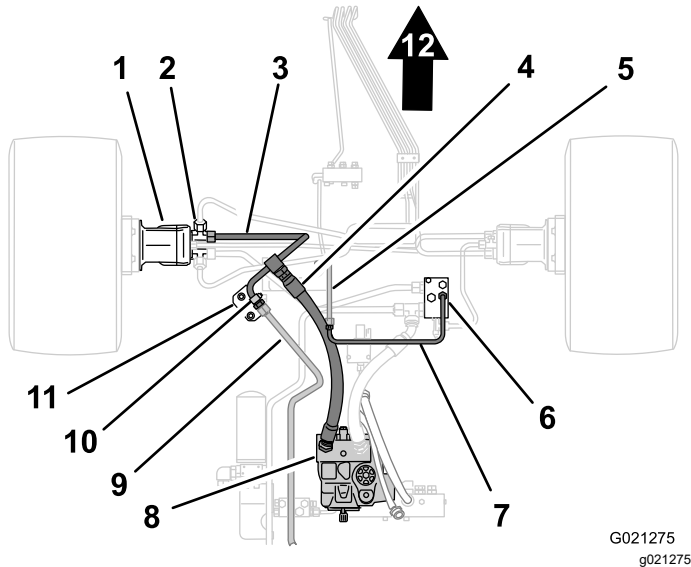
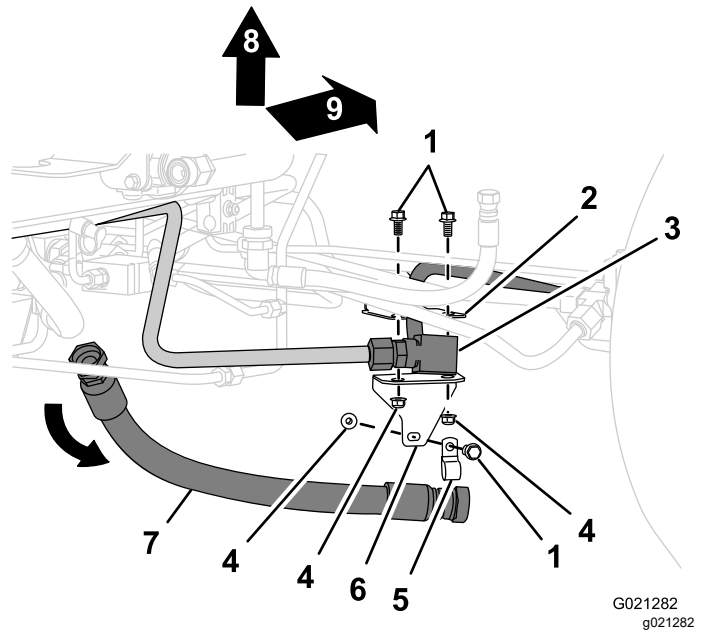

Figure 2
Figure 3
1. Placez un bac de vidange sous l'extrémité avant du flexible de pression (Figure 2).
2. Débranchez l'extrémité avant du tube de pression du raccord dans le tube de diviseur, et laissez couler le liquide hydraulique du flexible et du tube (Figure 2).
3. Débranchez l'extrémité arrière du flexible de pression du raccord dans la pompe hydraulique, et enlevez le flexible de pression (Figure 2 et Figure 3).
2. Retirez l'écrou-raccord pour le tube transversal du raccord du collecteur de traction arrière (Figure 2).
3. Retirez l'écrou-raccord pour le tube filtrant du raccord du tube transversal et déposez le tube transversal (Figure 2).
1. Retirez le boulon et l'écrou qui fixent le tube de diviseur au support de tube, et retirez le collier (Figure 3).
2. Retirez les 2 boulons et les 2 écrous qui fixent le support de tube au support de châssis (Figure 3).
2. Retirez l'écrou-raccord du tube de diviseur sur le raccord en T du moteur de traction avant gauche, et déposez le tube de la machine (Figure 2).